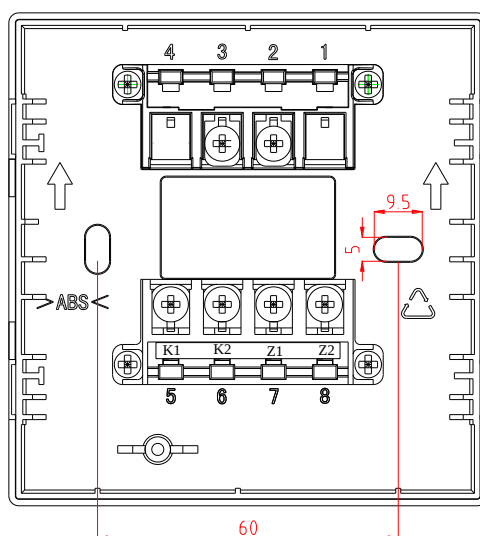

图 4 端子示意图
2. 安装时只需拔下报警按钮，从底壳的进线孔中穿入电缆并接在相应端子上，再插好报警按钮即可安装好报警按钮，安装孔距为 60mm (参见图 4)。报警按钮安装采用进线管明装和进线管暗装两种方式，安装示意图如图 2 所示。报警按钮安装图如图 3 所示。
3. 报警按钮端子示意图如图 4 所示。